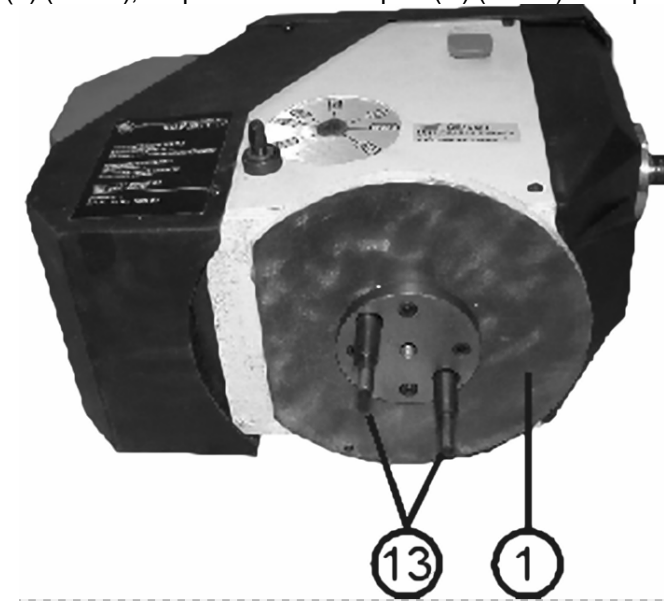
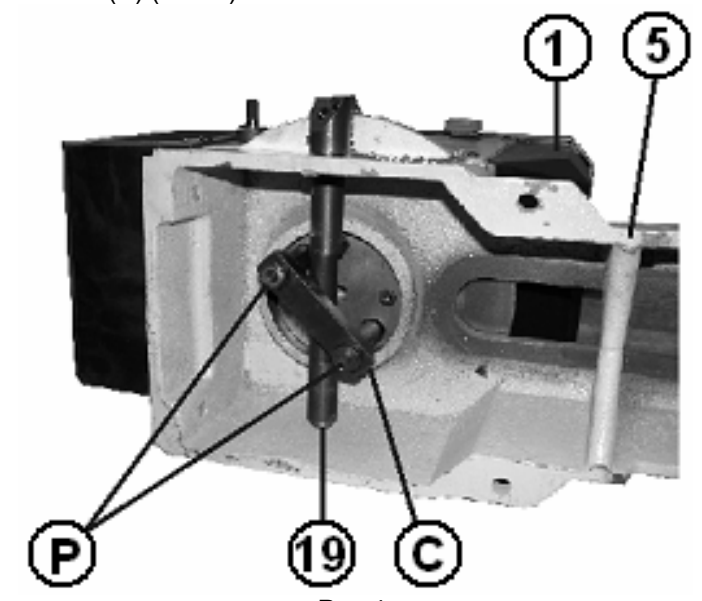

Рис.3.
Рис.4.
8.1. Очистите каждый компонент из комплекта поставки от транспортировочных консервантов (покрытий). Установите станину (5). Поверните станину (5) на бок так, чтобы нижняя часть станины была обращена к вам и чтобы шпиндель передней бабки (1) был справа. Положите узел передней бабки (1) на бок рядом с левой частью станины (5). Установите резьбовые штифты (П) в переднюю бабку (1), (Рис.3).
8.2. Вставьте переднюю бабку (1) в станину (5) так, чтобы втулка на нижней части передней бабки (1) установилась в отверстие в станине (5). Установите плиту (С) на эксцентриковый вал (19), находящийся в станине (5) (Рис.4), на резьбовые штифты (П) (Рис.3) и закрепите гайками (Р) (Рис.4).